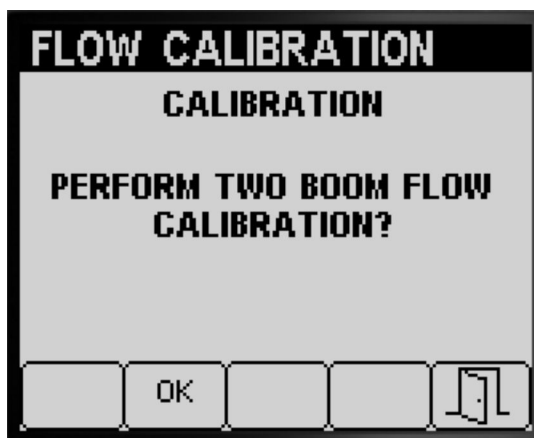

Bild 58
- Wenn Sie keine 2-Sprühabschnitt-Kalibrierung durchführen müssen, drücken Sie die Taste 5, um auf den Bildschirm „Calibrate“ zu gehen (Bild 58).
Wenn Sie eine 3-Sprühabschnitt-Kalibrierung abgeschlossen haben, werden Sie vom InfoCenter zur Durchführung einer 2-Sprühabschnitt-Kalibrierung (Bild 58) aufgefordert. Führen Sie einen der folgenden Schritte aus: